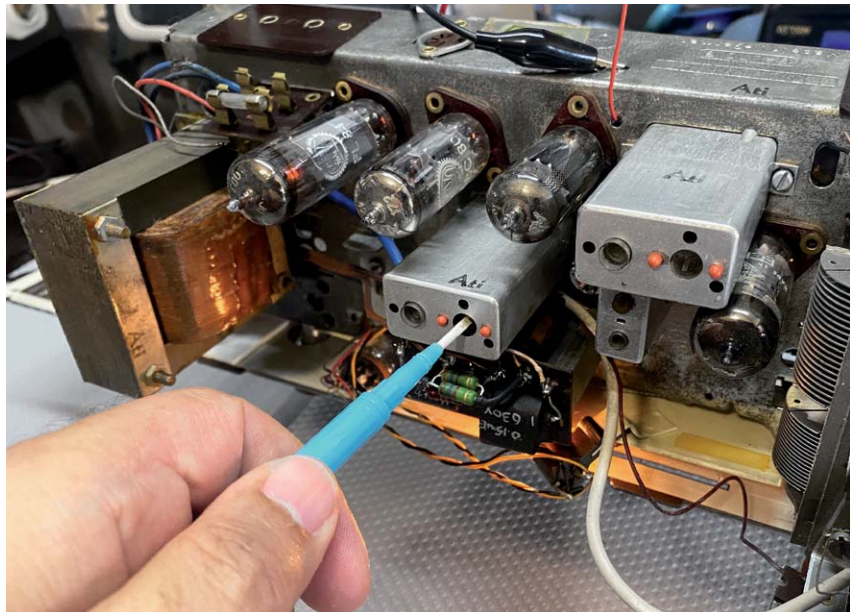

Bild 14: Einstellen einer Spule auf der Oberseite mit einem nichtmetallischen Einstellwerkzeug
6. Stellen Sie das Radio auf Langwelle (LW) und die Lautstärke auf Maximum.
10. Beginnen Sie mit der Spule (I), bis Sie einen Maximalwert auf dem Voltmeter erhalten (Bild 14). Dann machen Sie dasselbe mit der Spule (II) (Bild 15). Wiederholen Sie den Vorgang mit der Spule (I) und mit der Spule (II), bis Sie den absolut höchstmöglichen Signalpegel erhalten.
12. Stellen Sie die Spule (III) ein, bis Sie ein Maximum auf dem Voltmeter ablesen. Dann machen Sie dasselbe mit der Spule (IV). Wiederholen Sie den Vorgang mit der Spule (III) und mit der Spule (IV), bis Sie den höchstmöglichen Signalpegel erhalten.